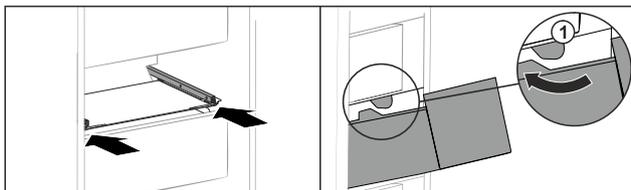

Fig. 168
- ▶ Schubfach um die Stopper Fig. 168 (1) herumführen.